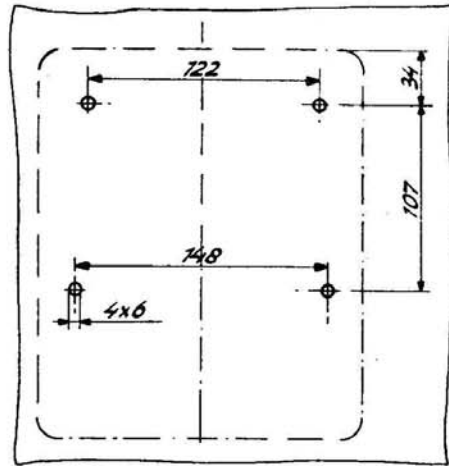

Fig. 4
- b. Au moyen de quatre vis. Les mesures sont indiquées sur la fig. 4.